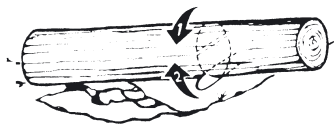

Bild 11
3. Stamm ist an beiden Enden abgestützt (Bild 11):